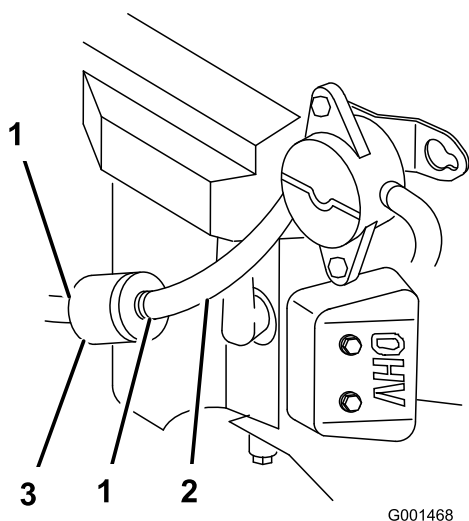

Figure 52
3. Nettoyez la surface autour du bouchon du réservoir de carburant pour éviter que des débris ne tombent à l'intérieur du réservoir (Figure 52).
4. Pincez les extrémités des colliers et faites glisser ceux-ci pour les éloigner du filtre (Figure 52).